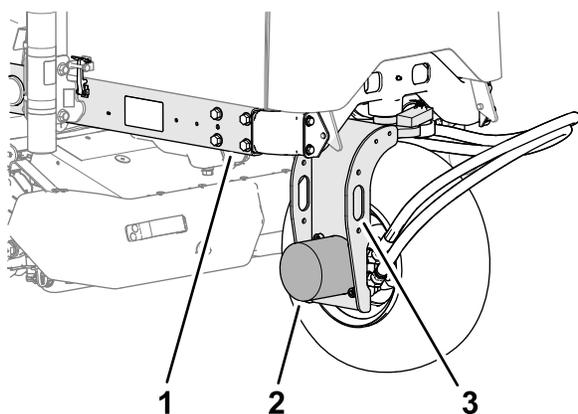

Рисунок 54
2. Прикрепите подъемное устройство к скобе крепления на вилке заднего колеса (Рисунок 54).